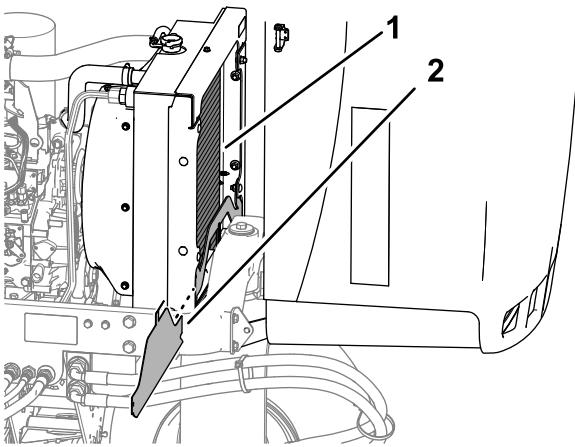

图 82
- 卸下下散热器护罩 图 82。
5. 用水或压缩空气彻底清洁散热器两侧的区域 图 82。